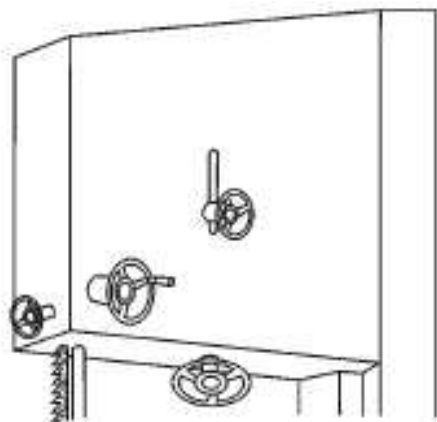

Рис. 4
- 1.4. Провернуть маховик полотна рукой и, производя регулировку регулировочной рукояткой сзади маховика, проверить положение полотна – оно должно перемещаться непосредственно по центру маховика (**Рис. 4**).